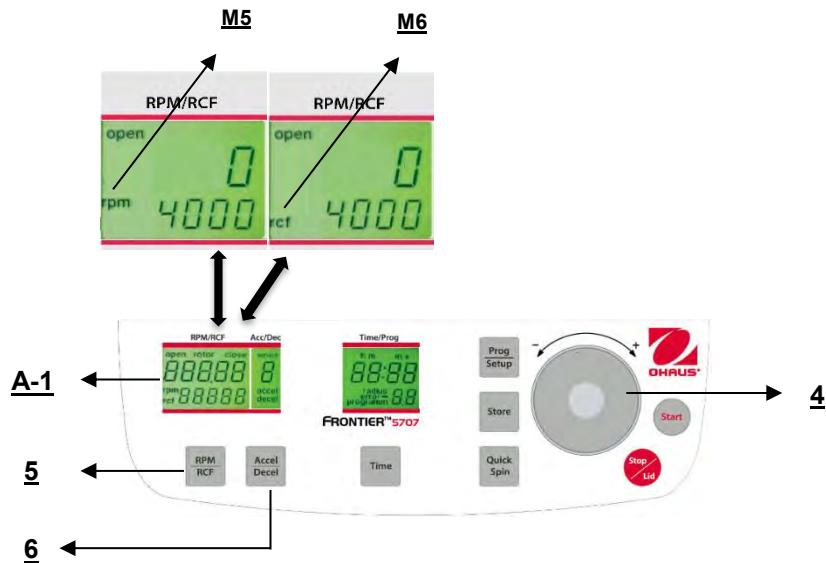

Figura. 16
Questa preselezione è attivata mediante il tasto "RPM/RCF" (5) (fare riferimento alla figura 16 qui di seguito). Premendo una volta il tasto, la parola "rpm" (M5) lampeggia. Premendo due volte il tasto, è possibile selezionare la preselezione delle forze centrifughe. Poi compare la parola "rcf" (M6) lampeggiante. È possibile impostare i valori desiderati mediante la quadrante di regolazione (4). Nel display (A-1), il valore regolato è visualizzato in permanenza, prima, durante e dopo il funzionamento.